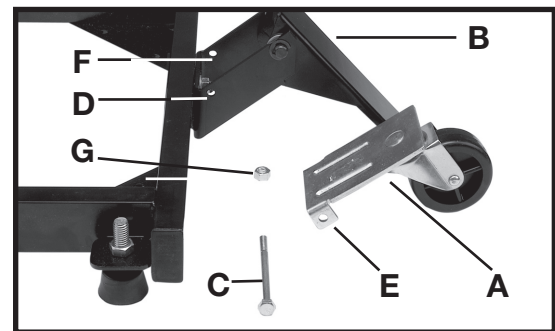

Fig. 5
2. Fixer les roulettes (A), fig. 5, au support de la base mobile (B). Insérer la vis à tête hexagonale (C) de 5/16-18 x 4 po dans le premier trou (D) pratiqué dans le module de levier de commande à pied, les deux trous dans les roulettes (E) (un trou illustré) et l'autre trou (F) dans le module de levier de commande à pied. Visser le contre-écrou 5/16-18 sur la vis, puis bien serrer.